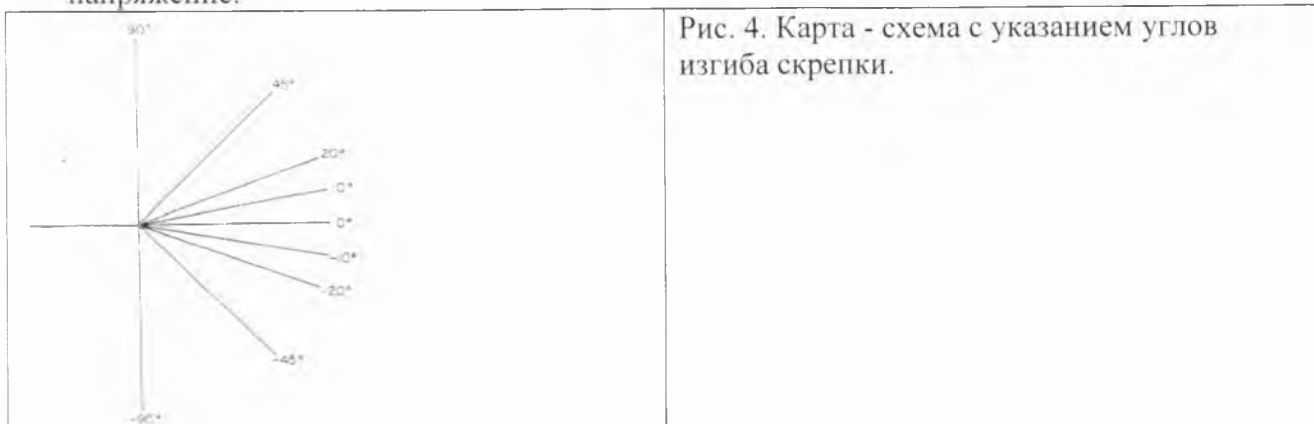

Рис. 4. Карта - схема с указанием углов изгиба скрепки.
4. Прodelайте такую же процедуру на отдельных скрепках для каждого из 4-х углов, указанных на рис. 4.